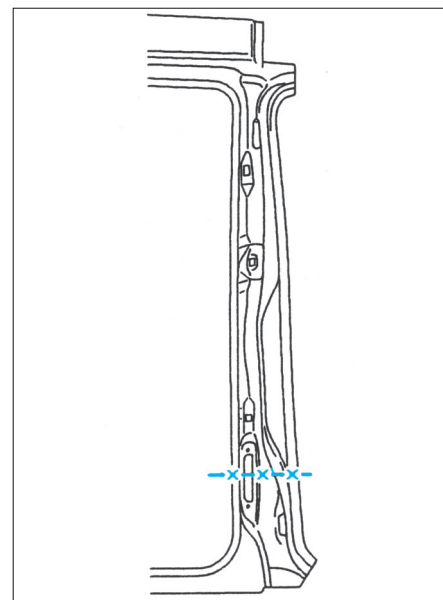

FIG. 69
- Tracer puis découper à l'aide d'une scie (Fig.69).